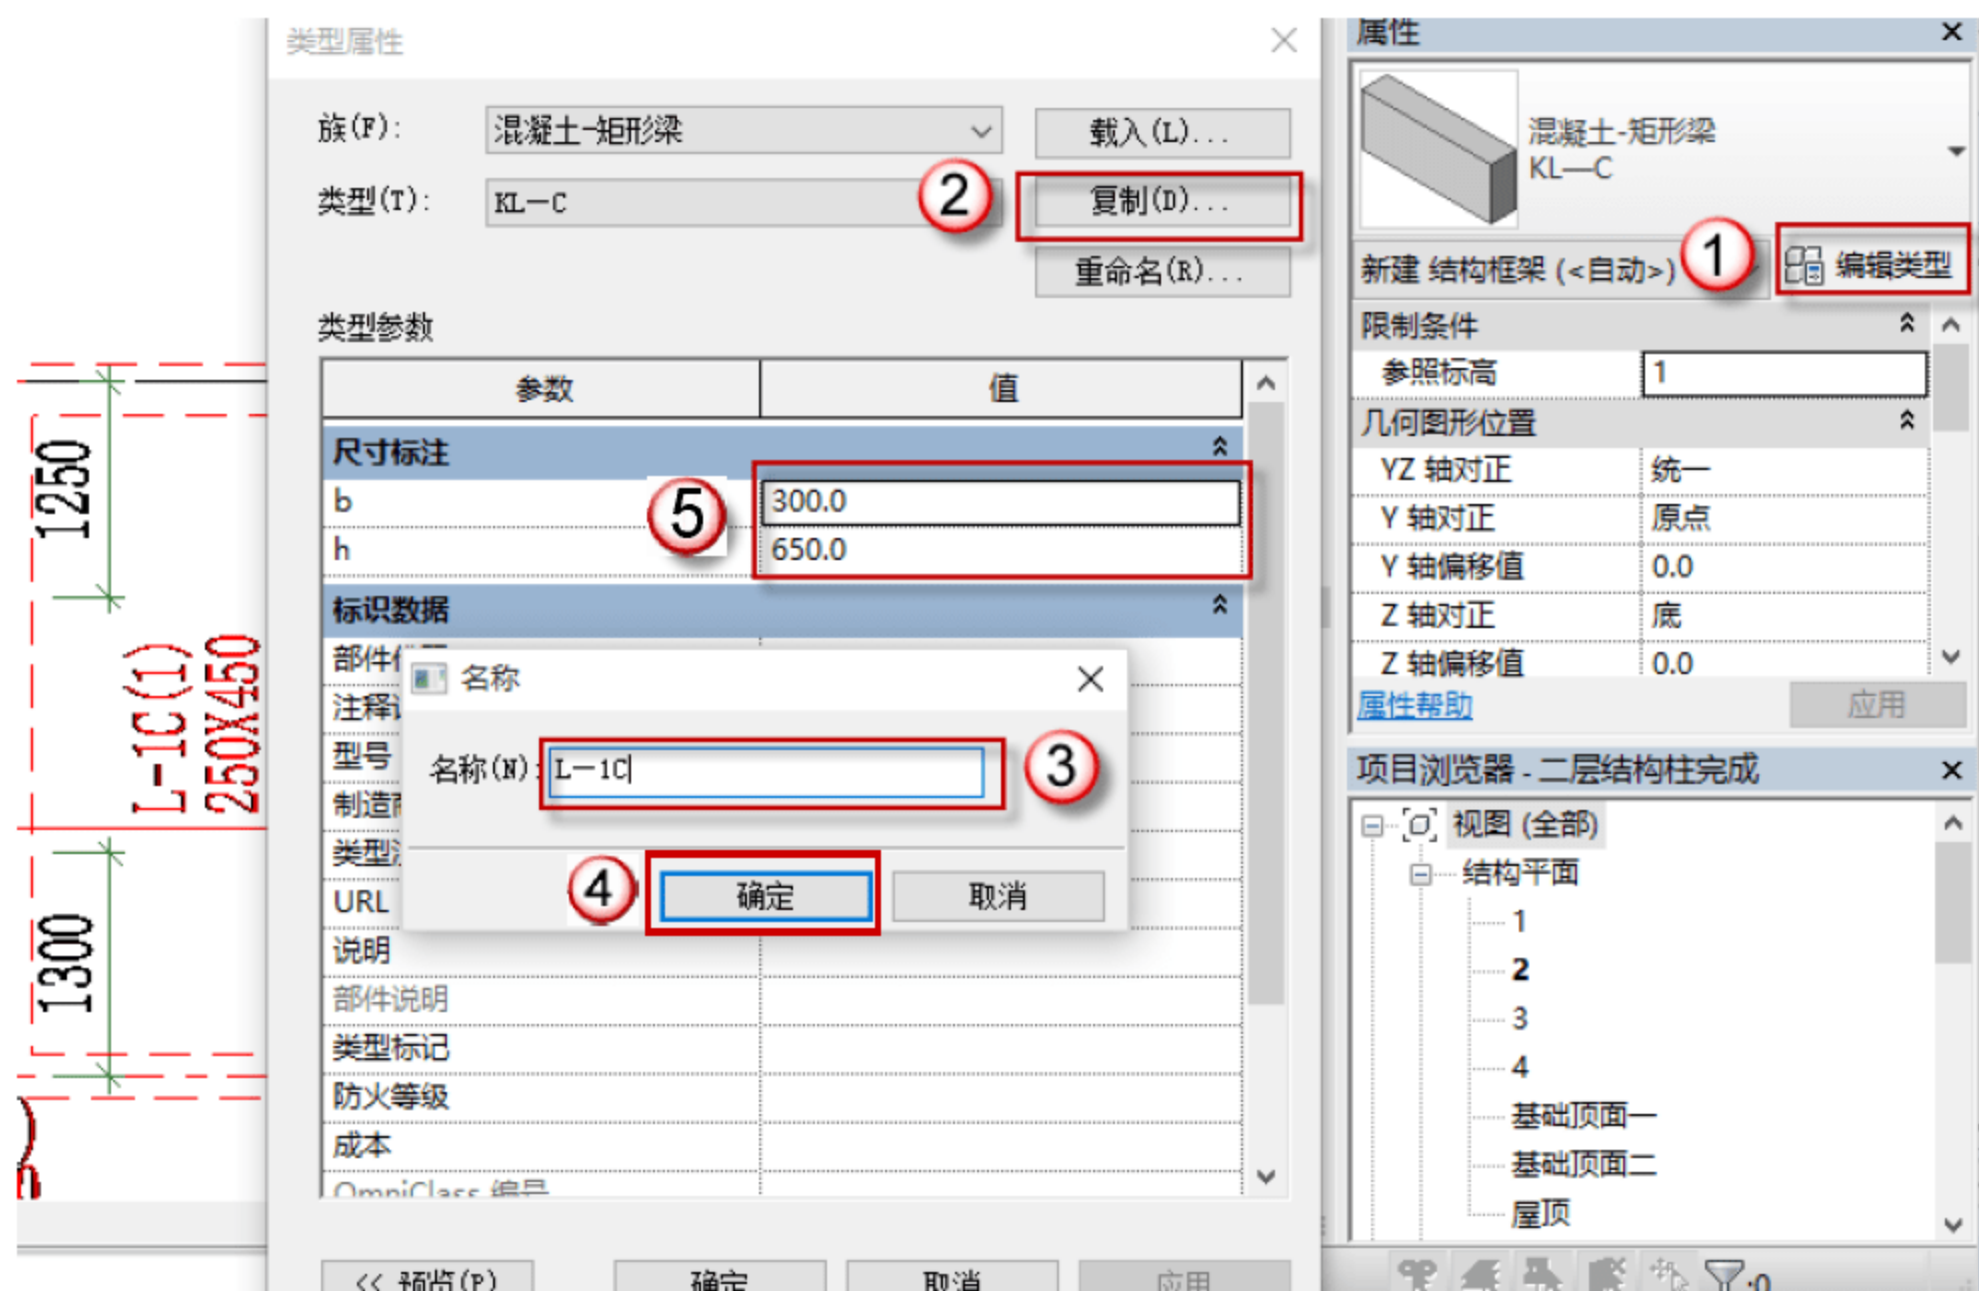

图 4.2.83 设置 L-1C 参数
(8) 设置矩形梁 L-1C 参数, 按快捷键 B+M, 出现绘制的界面, 单击“编辑类型”按钮, 在弹出的对话框中单击“复制”按钮, 再在弹出的对话框中命名新的族 L-1C, 单击“确定”按钮。在“尺寸标注”栏设置参数, 如图 4.2.83 所示。